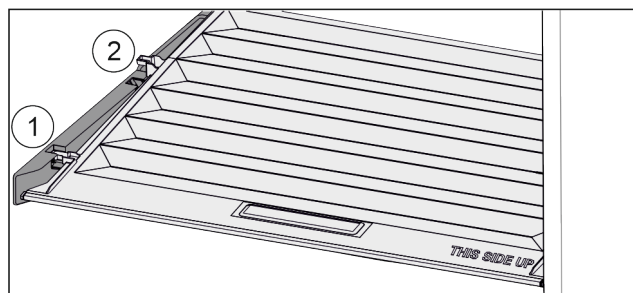

Fig. 21
- 将盖子向前拉 Fig. 21 (1)至定位件开口。
- 从下方抬起后端并向上将其移出 Fig. 21 (2)。